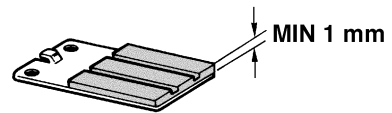

Fig. 29
- Der Bremsbalg (Fig. 29) darf an den Rändern nicht weniger als 1 mm betragen. Dünnere Bremsbeläge müssen sofort ausgetauscht werden.